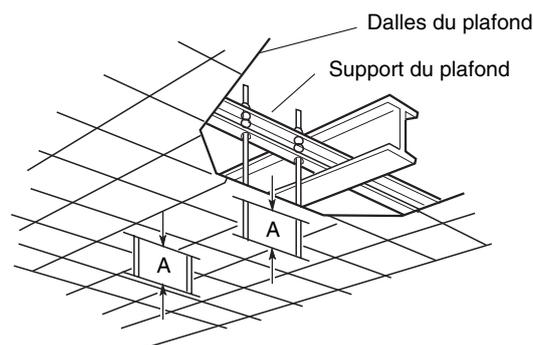

Fig. 3-70
- b) Utilisez les supports pour plafond existants ou bien fabriquez un support adéquat en procédant comme illustrée sur la figure 3-70.